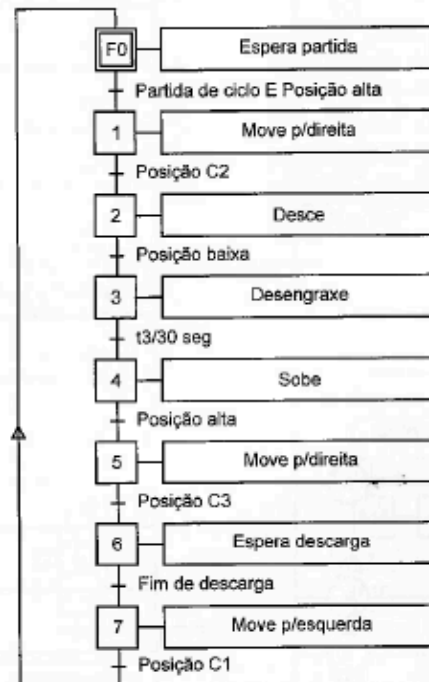
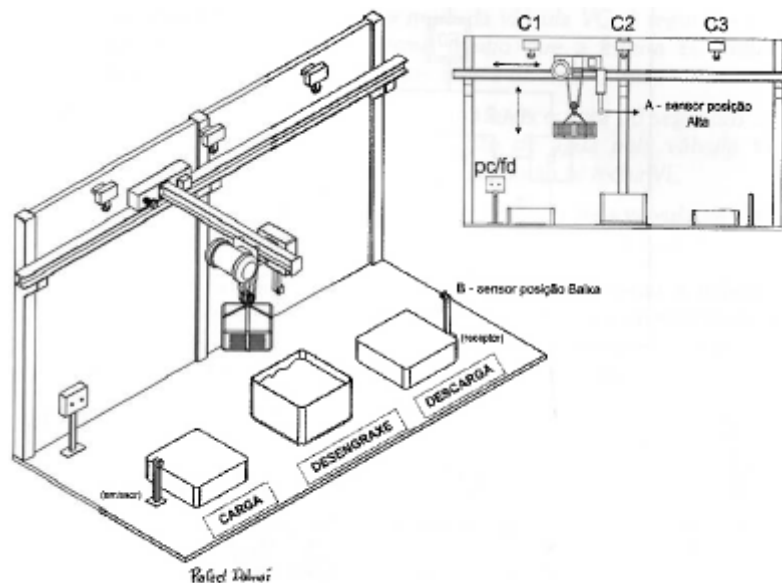

Figura 5.19 - Grafcet para o banho de desengraxe.
Figura 5.20 - Esquema funcional do banho de desengraxe.
- 5.1) Elabore o programa PLC em Diagrama de Contatos, sendo dado o Grafcet de um carro que se move sobre um trilho e permite, parando acima de uma cuba, limpar peças contidas em um cesto, imergindo-as em um banho de desengraxe durante 30 segundos. O carregamento e a descarga do cesto efetuam-se manualmente em posição alta. Uma ordem de partida de ciclo, bem como uma ordem de fim de descarga, é dada pelo operador por meio das botoeiras pc e fd respectivamente. O carro só pode se movimentar em posição alta. A Figura 5.19 ilustra o Grafcet proposto e a Figura 5.20 mostra o esquema funcional.